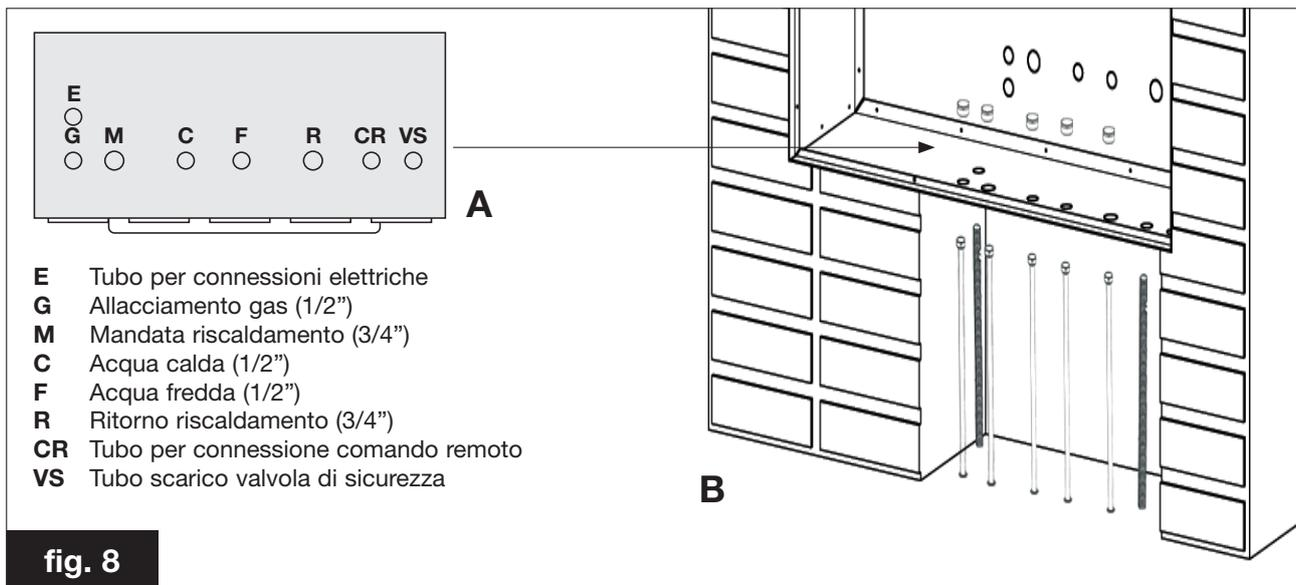
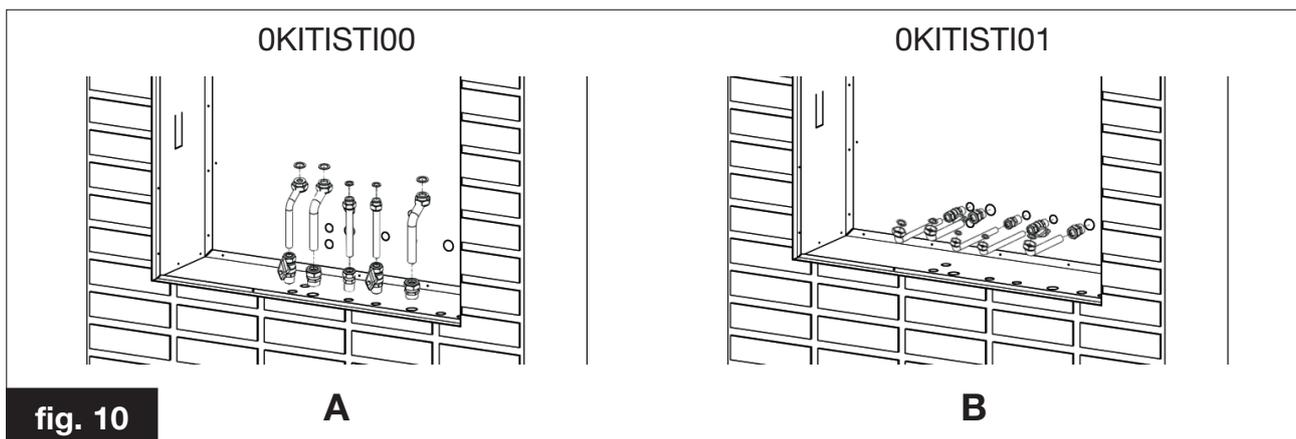

fig. 8
fig. 10
4. Togliere la parte pretranciata ai fori scelti per gli allacciamenti nella parte inferiore del telaio (come in fig. 8 B), o in quella posteriore ed in corrispondenza di questi posizionare provvisoriamente dei tappi delle dimensioni sopra specificate (NB: non forniti a corredo della caldaia e del telaio).
È necessario che i cavi per il collegamento al comando remoto siano inguainati separatamente dai cavi per l'alimentazione elettrica (rispettivamente nelle posizioni CR ed E di fig. 8 A).
8. In corrispondenza degli allacciamenti sostituire i tappi con i raccordi e collegare l'unità termica ai raccordi così fissati al telaio. Sono stati previsti due kit di tubi opzionali a questo scopo, a seconda che gli allacciamenti siano fatti sulla parte inferiore (fig. 10 A), o sul retro del telaio (fig. 10 B). Ricordarsi inoltre di collegare la valvola di sicurezza all'apposito tubo di scarico precedentemente predisposto (VS in fig. 8 A) al fine di evitare possibili allagamenti del telaio in caso di intervento della valvola di sicurezza.